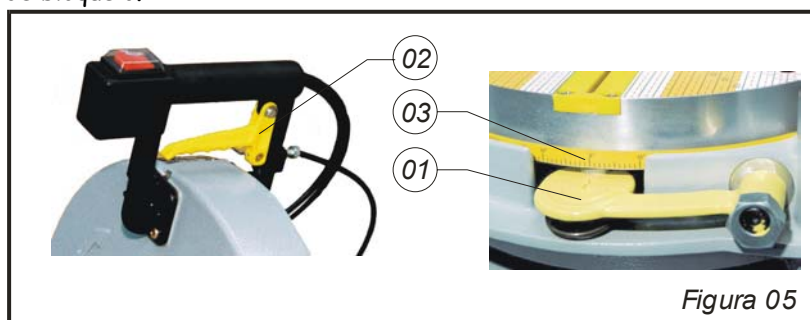

Figura 05
O operador pode pressionar a trava da mesa giratória, figura 05 (01), localizada na parte frontal da máquina, para desbloquear a mesa, girando-a até atingir o ângulo desejado, e em seguida liberando a trava e bloqueando a mesa.
O operador pode utilizar a manopla de giro rápido, figura 05 (02), para selecionar o ângulo desejado. Basta puxar a manopla de giro rápido e efetuar o giro, após atingir o ângulo desejado, libere a manopla do giro rápido, e o bloqueio da mesa acontecerá automaticamente.
Existe a possibilidade de travamento manual, nos ângulos que não possuem posições pré-definidas, através da escala angular, figura 05 (03). Neste caso o pino que faz o travamento ficará fora das posições pré-definidas, e o travamento da mesa giratória dar-se-á através do parafuso localizado em cima da régua.